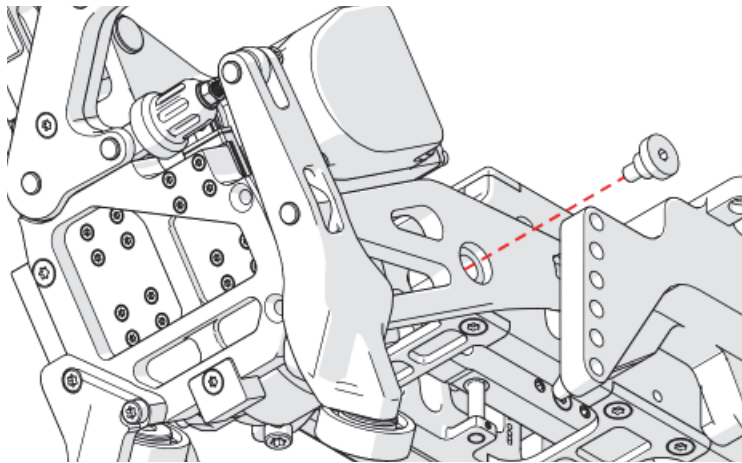

Figura 2-9 Extracción del perno de tope
10. Con un des[tornillador] hexagonal de 4 mm, retire el perno de tope a partir del brazo del transportador de motor (ver Figura 2-9 en la página 95).
3. Con un des[tornillador] hexagonal de 4 mm, retire el perno sujetador del transportador de motor (ver Figura 2-9 en la página 95).